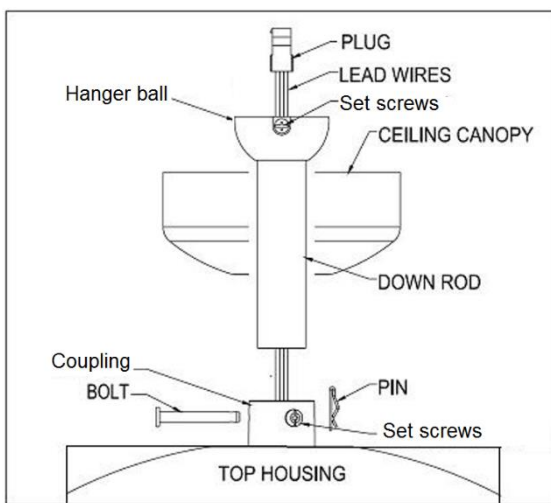

Fig. 4
1. Allentare la coppa di supporto (vedere Fig.4)
Sollevare il ventilatore sulla staffa di supporto. Assicurarsi che la fessura di registrazione (A) della coppa di supporto sia posizionata sul fermo (B) del supporto (C) per evitare che il ventilatore ruoti durante il funzionamento. (Fig. 4).